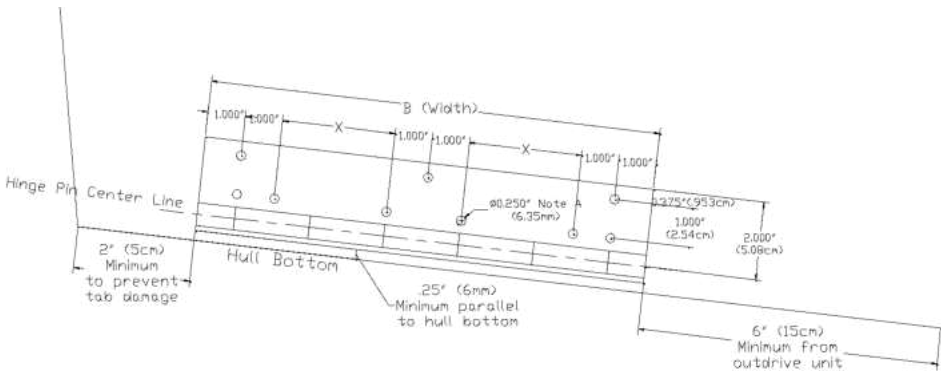

Рис. 1
Ознакомьтесь со схемами установки плит и актуатора на рис. 1 и 2, чтобы убедиться в отсутствии проблем с зацеплением плит или актуатора на транце лодки перед началом фактического монтажа. Перед монтажом прижмите актуатор и плиту к транцу, чтобы устранить любые проблемы с натягом до начала монтажа.
1. Совместите монтажную пластину плиты с транцем, как показано на рис. 1. Плита, установленная ближе к бортику лодки, более эффективна при корректировке крена; однако поддержание расстояния в 2 дюйма (5 см) или большего от борта снизит риск повреждения плиты доками или другими препятствиями. Держите обращенный внутрь край плиты на расстоянии примерно 6 дюймов (15 см) или более от блока внешнего привода двигателя, чтобы обеспечить зазор для мотора при полном повороте.